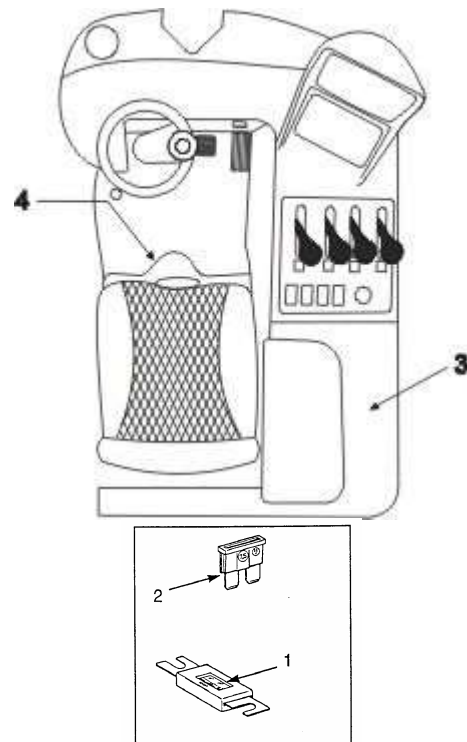

Fig. 2.18-1
Os fusíveis encontram-se no compartimento da instalação elétrica, sob o descanso do braço (*Fig. 2.18-1; item 3*), à direita do assento do operador e sob o banco (*Fig. 2.18-1; item 4*). Pode-se acessar a estes compartimentos depois de removida a cobertura que suporta o apoio para o braço e ao abrir a “porta” que fica embaixo do banco, respectivamente.
Tração	300A (Fig. 2.18-1; item 1)
Bomba	300A (Fig. 2.18-1; item 1)
F1	10A (Fig. 2.18-1; item 2)
F2	1A (Fig. 2.18-1; item 2)
F3	20A (Fig. 2.18-1; item 2)
F4	5A (Fig. 2.18-1; item 2)
F5	10A (Fig. 2.18-1; item 2)